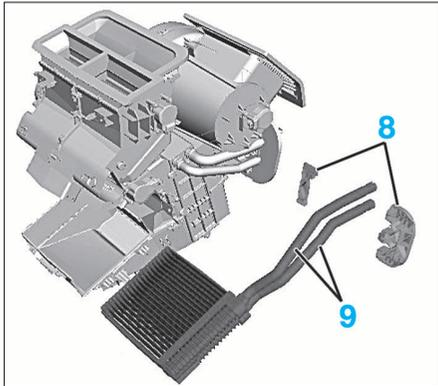

FIG. 14
- les 2 parties du guidage des durits sur le tablier (8) (Fig.14).
- Découper les tuyaux rigides (9) du radiateur de chauffage.